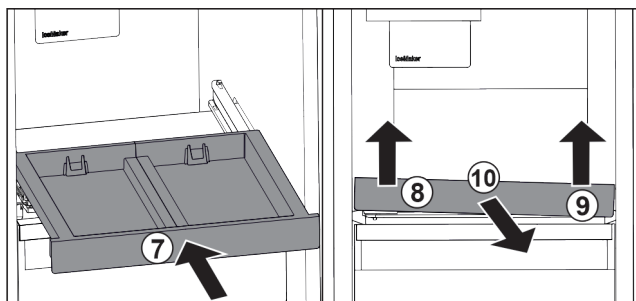

Fig. 106
- ▶ Zasuňte vyťahovaciu poličku. Fig. 106 (7)
- ▶ Nadvihnite vyťahovaciu poličku vpredu vľavo. Fig. 106 (8)
- ▶ Nadvihnite vyťahovaciu poličku vpredu vpravo. Fig. 106 (9)
- ▶ Odoberte vyťahovaciu poličku dopredu. Fig. 106 (10)